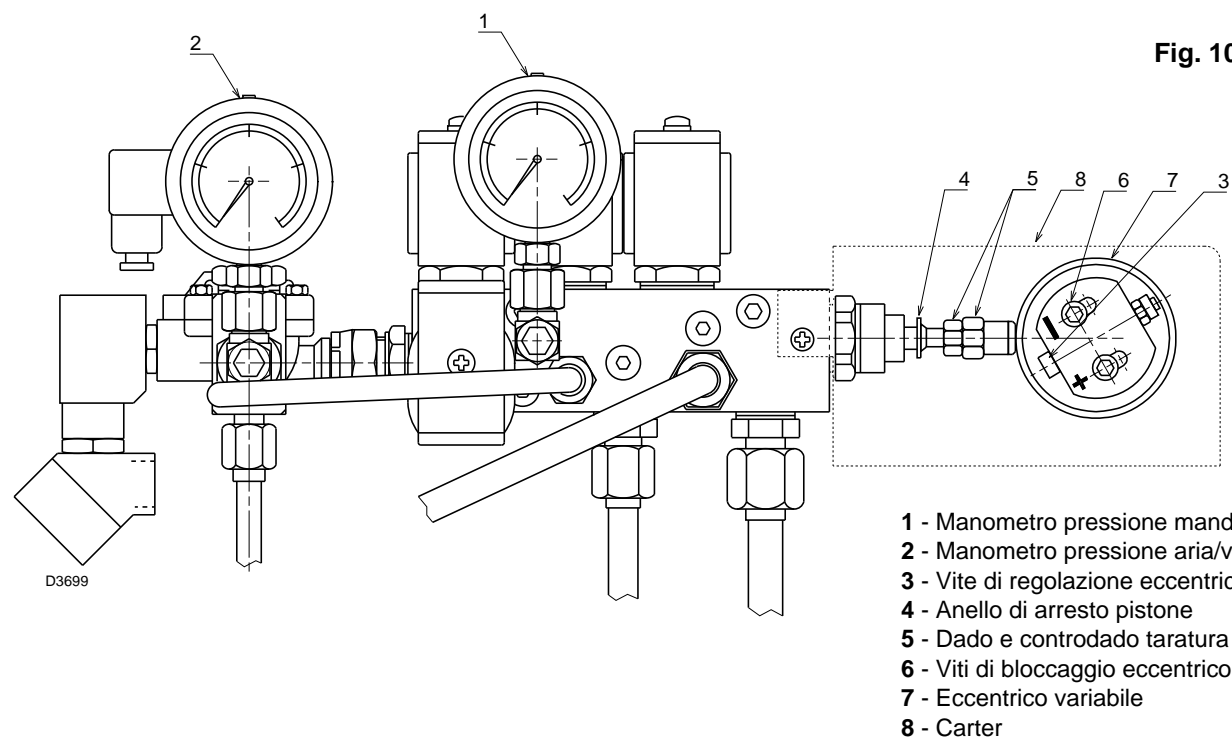

Fig. 10
La variazione di pressione (manometro 1, fig. 10) modifica la portata del combustibile che esce dall'ugello.
- Far ruotare manualmente e lentamente la camma a profilo variabile collegata solidamente all'eccentrico (7, fig. 10) e verificare la variazione di pressione sul manometro (1, fig. 10). La pressione e la portata dell'ugello sono minime quando il servomotore è sulla posizione di 20°. La pressione e la portata dell'ugello sono massime quando il servomotore è sulla posizione di 130°.
- Le correzioni di pressione sul ritorno si ottengono variando l'eccentrico (7, fig. 10) e il dado con controdado (5, fig. 10).
La testa di combustione si muove contemporaneamente all'eccentrico (7, fig. 10) e alla camma a profilo variabile.